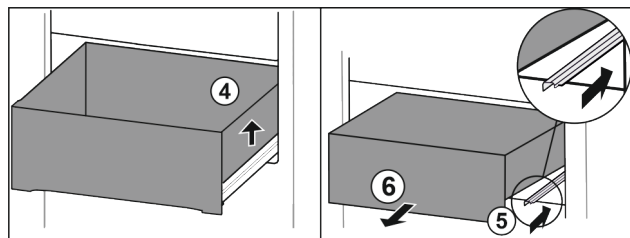

Fig. 78
- ▶ Nadzvedněte zásuvku vpravo. Fig. 78 (4)
- ▶ Zasuňte pravou kolejničku. Fig. 78 (5)
- ▶ Vyměňte zásuvku dopředu. Fig. 78 (6)